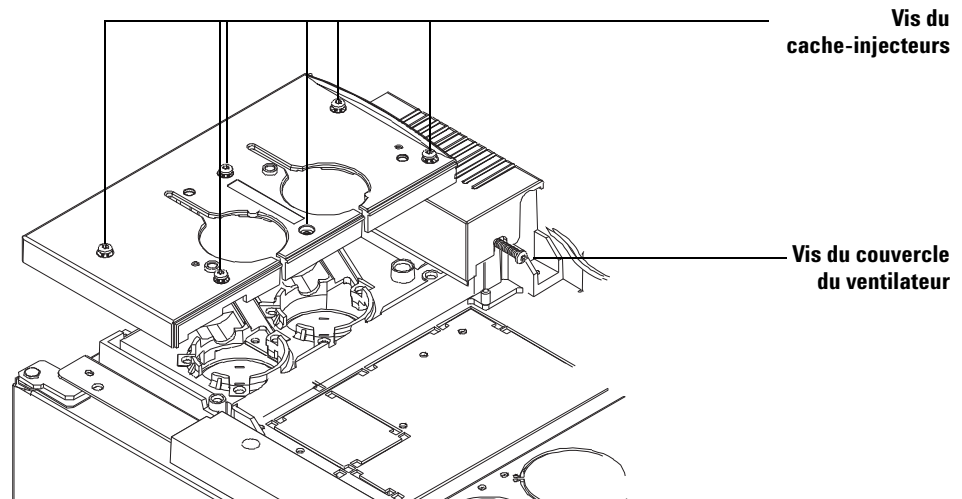

Figure 2 Retrait du capot supérieur du port d'injection et du couvercle du ventilateur des injecteurs (CPG série 6890)
- 1 Desserrez la vis Torx T-20 sur le côté droit du couvercle du ventilateur. Pour connaître l'emplacement de la vis, voir Figure 2, page 43.
- 1 Desserrez complètement les 6 vis Torx T-20 situées sur le dessus du cache (voir Figure 2).